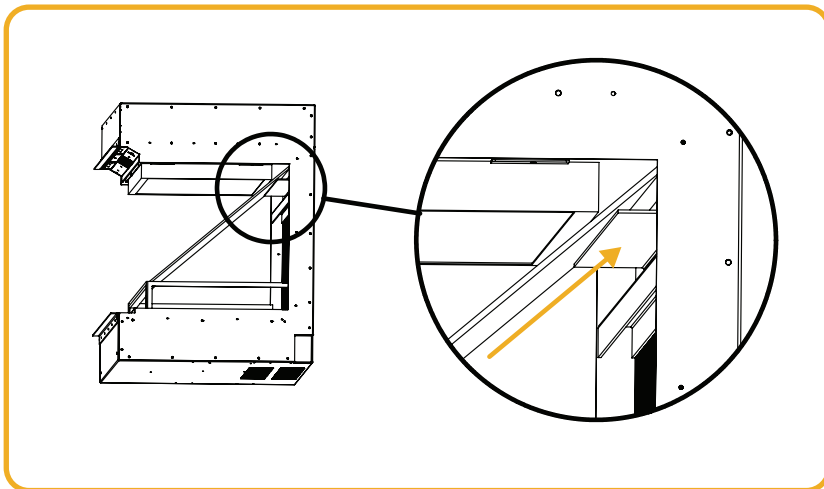

Abb. 9.2 Schritt 2
2. Führen Sie das Effektschiebe in die Öffnung ein und schieben Sie es so weit wie möglich durch rückwärts. Abbildung 9.2.